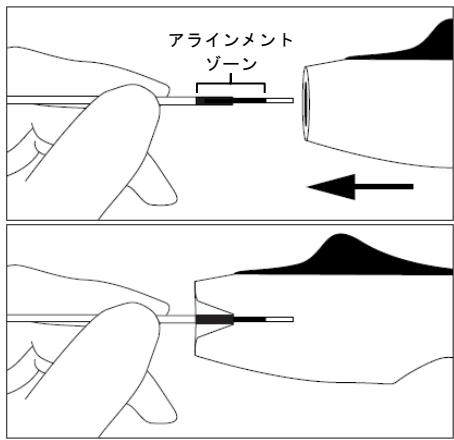

図 3
14.黒色のアラインメントゾーンの遠位側でデリバリーブッシュを把持する。デリバリーブッシュの近位端に沿わせてデタッチメントハンドルを前進させると、デタッチメントハンドルの差込口に黒色のアラインメントゾーンが完全に入り、デリバリーブッシュがデタッチメントハンドル内で固定される(図 3)。